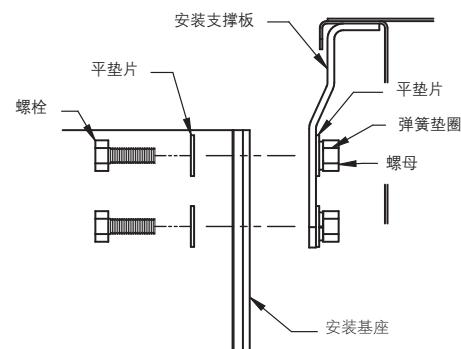

图 23 – 基座的安装
2. 用3/8" (10mm)的平垫片、弹簧垫圈和螺母确保基座固定在支撑板上（见图23）。